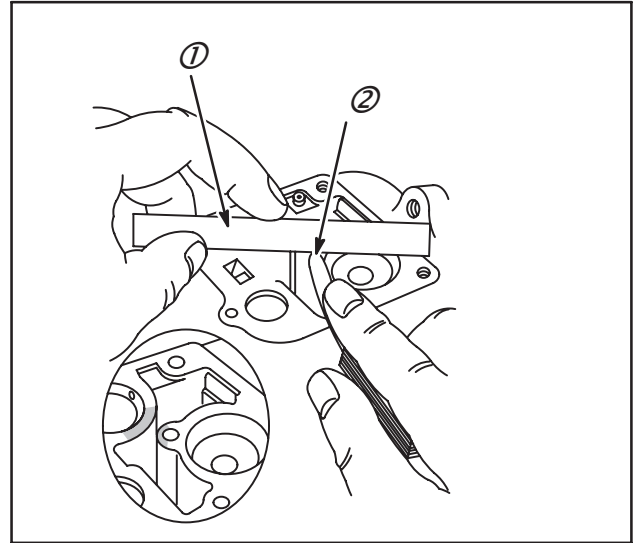

Fig. 32
La planéité peut être vérifiée à l'aide d'une règle dressée (1) et d'une cale d'épaisseur (2), voir Fig. 32. Une cale de 0,05 mm ne doit pas passer entre la règle et la surface usinée aux endroits ombrés indiqués. Remplacer le réservoir si la cale passe.